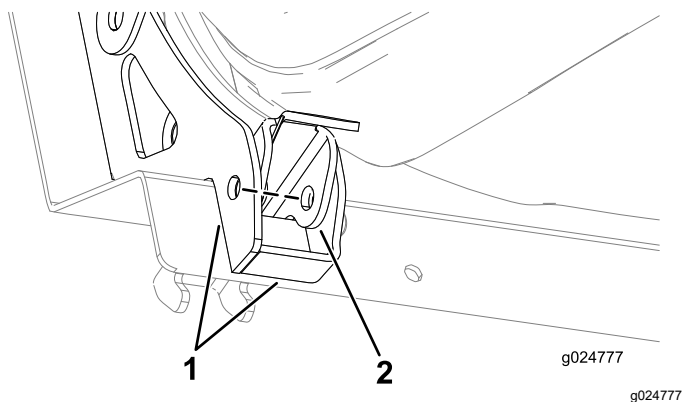

図 22
5. ラッチについている穴を、座席ガセットの穴に合わせる図 22。